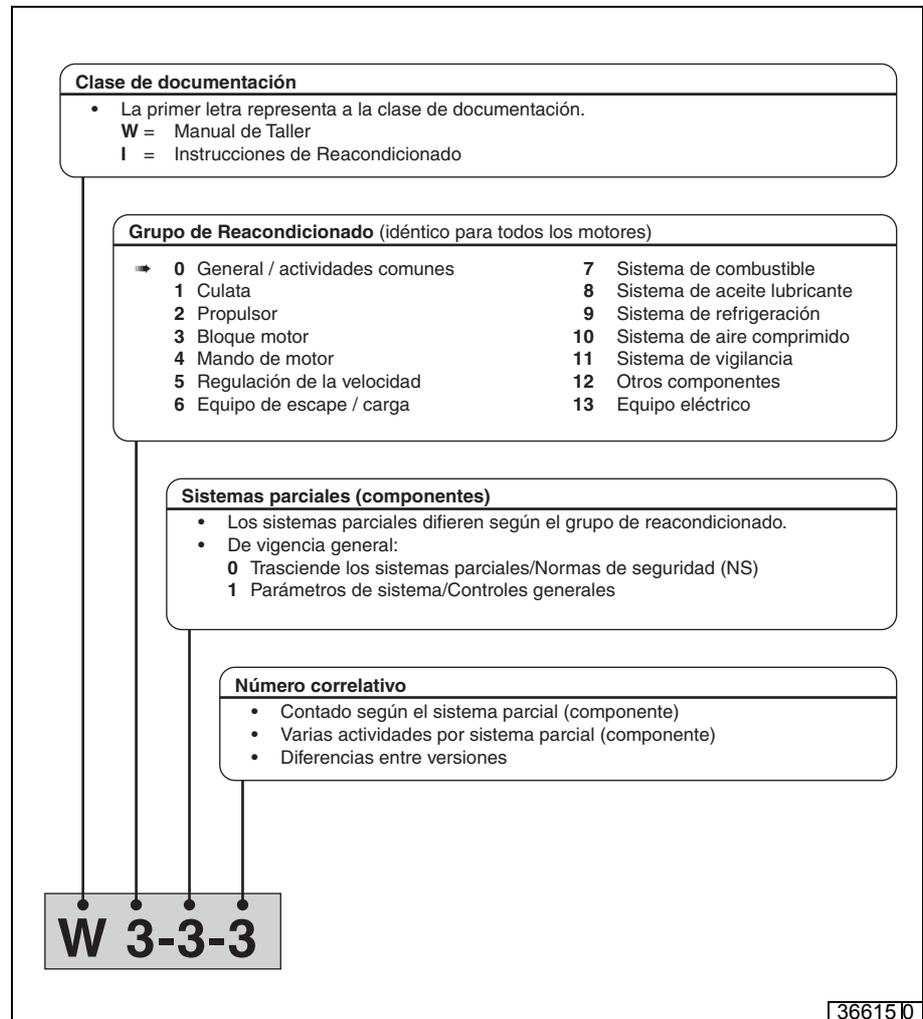

Fig. 1 Numeración de las hojas de trabajo
- La Fig. 1 contiene explicaciones sobre la numeración de las hojas de trabajo.